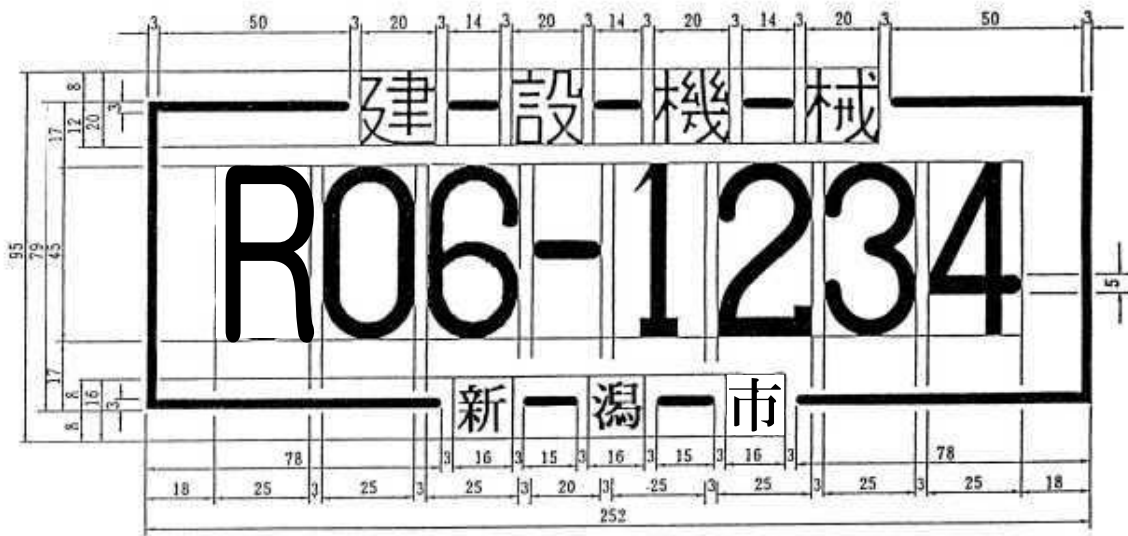

図4 一雪寒機械の管理番号寸法図
2. 建設機械管理番号を、「図4-雪寒機械の管理番号寸法図」をもって、車両運転席の両側側面及び除雪装置に表示する。なお、建設機械管理番号は、別途指示する。